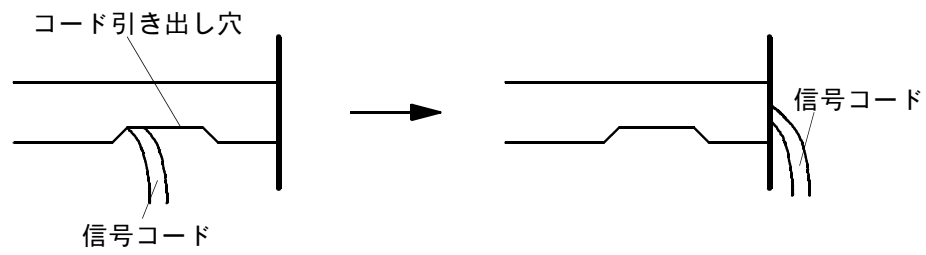
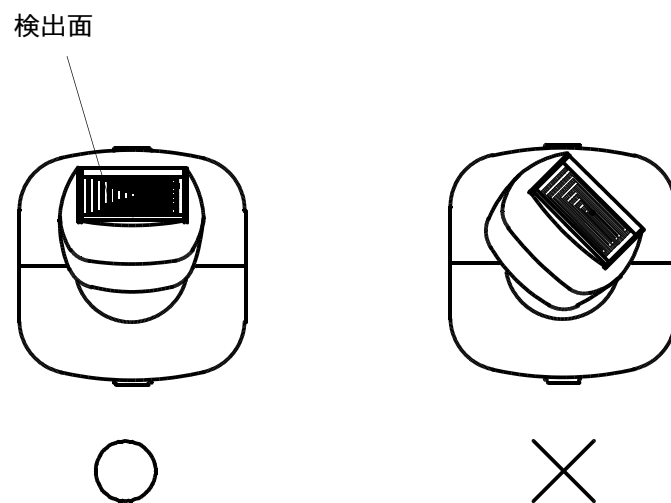

図4 信号コードの引き出し
図5 検出面の固定
- ①センサ部信号コードを取付面より貫通させて使用するときは、図4のようにコードをパイプロから引き出して下さい。
- ②センサ部を付属のタッピングネジなどで壁面などに固定して下さい。
- ③センサ部の長さは六角ボルトにより長さ調整ができます。（430mm ～ 580mm）
- ④六角ボルトで固定する際に図5のように検出面が真上に向くように（検出面が横に傾かないように）固定して下さい。